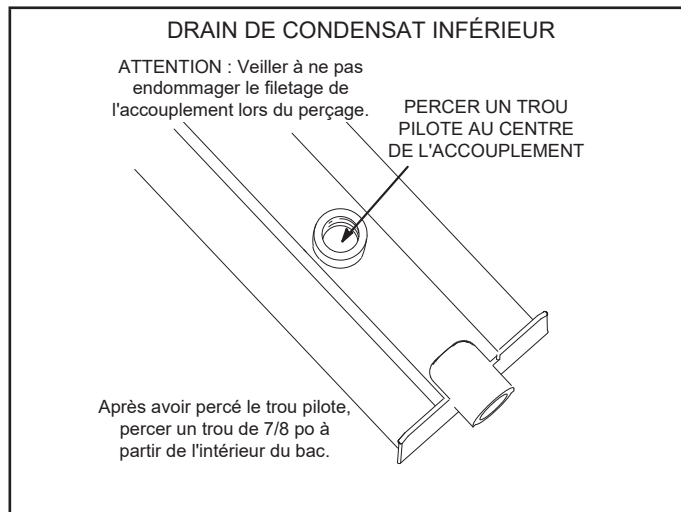

FIGURE 12
- 3 - Retournez le bac de drainage et percez un avant-trou à travers le fond du bac de drainage au centre du raccord. Reportez-vous à la FIGURE 12.